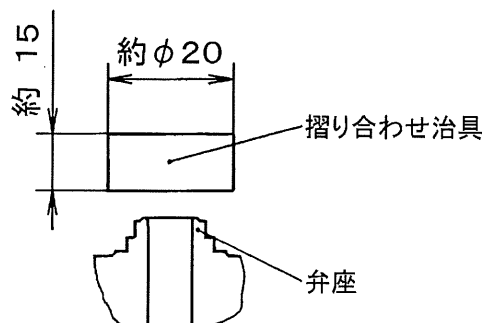

図7 弁座摺り合わせ治具
- (3) 弁座②の当り面に磨耗や損傷がないか点検し、必要なら摺り合わせをします。軟鋼材などで図7のような摺り合わせ治具を準備しておきますと弁座の摺り合わせができます。研磨剤は#1500をグリースで練ったものが適当です。